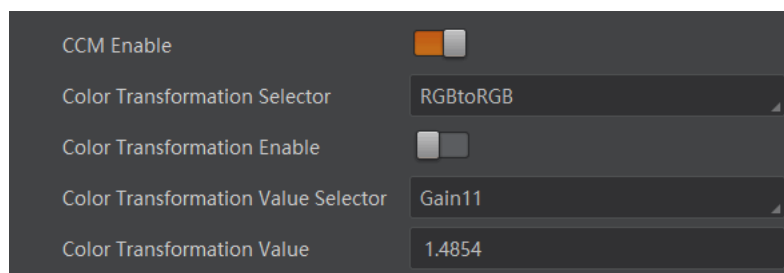

图12-6 设置方法一
- 不开启 *Color Transformation Enable* 参数时，可根据实际需求在 *Color Transformation Value Selector* 中选择参数，修改对应的 *Color Transformation Value* 参数值，如图 12-6 所示。